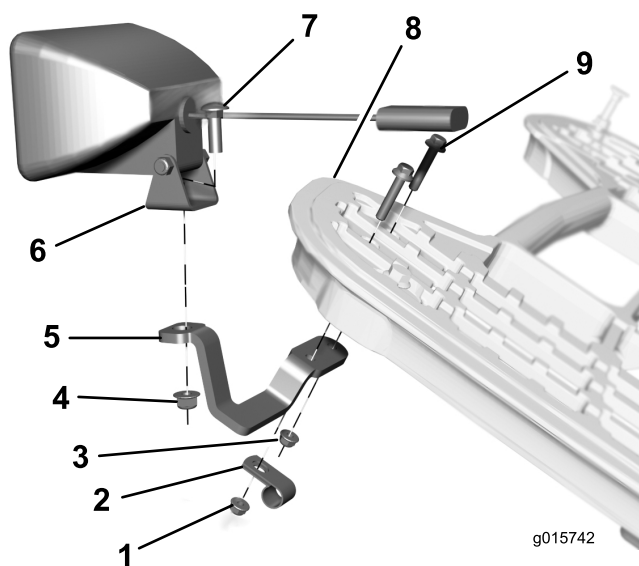

Figura 5
1. Montate la staffa di sostegno destra nella parte anteriore destra del telaio della macchina come illustrato nella Figura 5. Fate passare il cablaggio attraverso il serratubi a R, quindi fissate la staffa alla base del telaio con due bulloni flangiati (1/4 poll.), un serratubi a R e due dadi flangiati (1/4 poll.).
2. Montate un fanale nella staffa di sostegno destra, come illustrato nella Figura 5. Fissate il fanale alla staffa tramite un bullone a testa tonda e un dado flangiato (5/16 poll.).